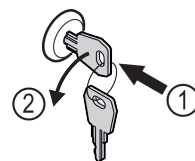

Fig. 179
- ▶ Πιέστε μέσα το κλειδί. Fig. 179 (1)
- ▶ Περιστρέψτε το κλειδί 90° αριστερόστροφα. Fig. 179 (2)